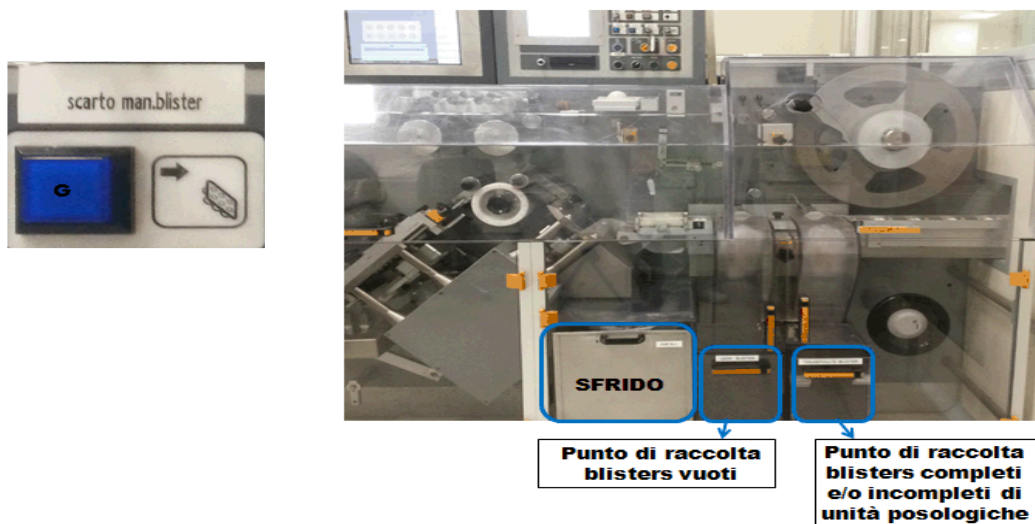

Figura 2
- Premere il pulsante **G** “scarto manuale blister” (Figura 2).